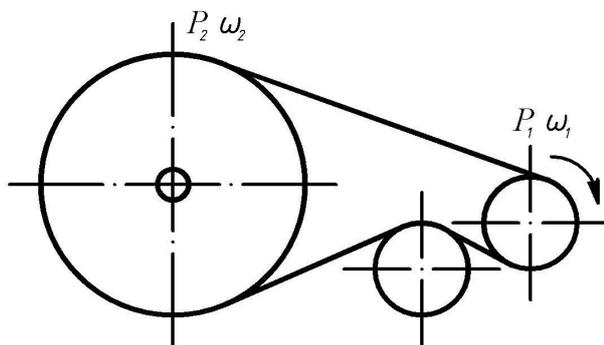

Рис. 5.3. Расчетная схема к задаче № 3
3. Рассчитать плоскоременную передачу с натяжным роликом (рис. 5.3) Мощность на ведущем шкиве P_1 , угловая скорость его ω_1 и передаточное число передачи u приведены в табл. 5.3.